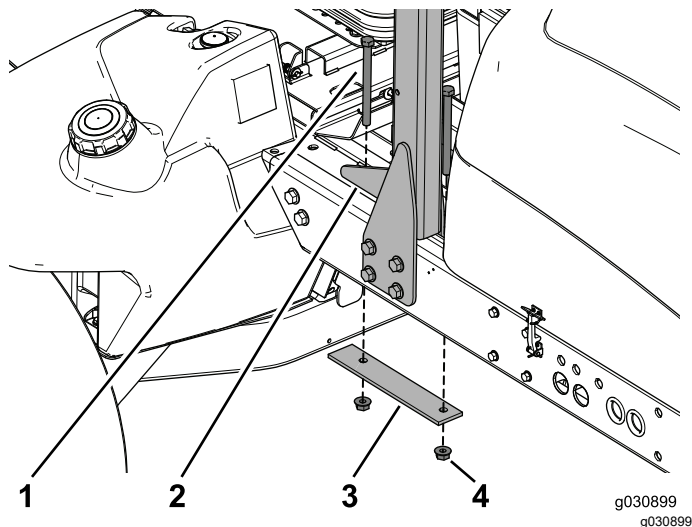

Figure 4
3. Retirez et conservez les 2 boulons, la plaque de renfort et les 2 écrous à embase qui fixent l'arceau de sécurité au sommet du cadre (Figure 4).